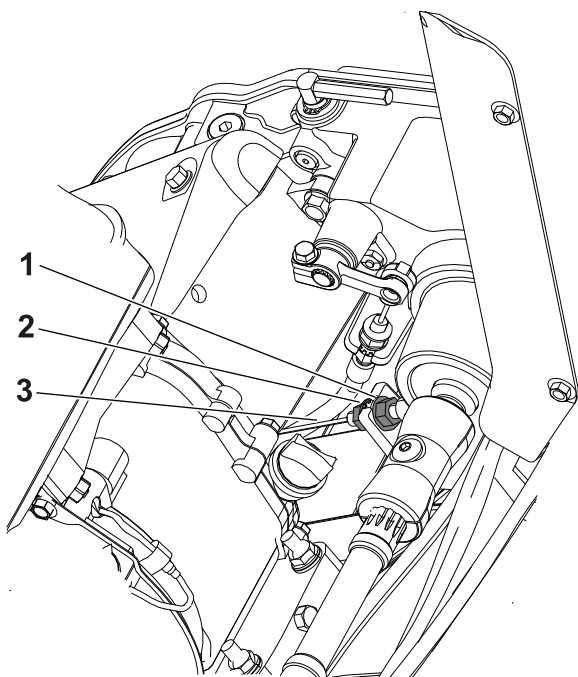

Figura 38
2. Slăbiți contrapiuliă din spate și strângeți contrapiuliă din față (Figura 38).